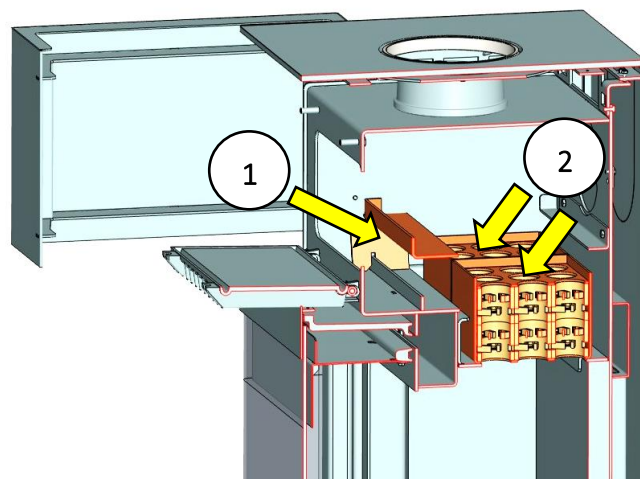

Fig. 13: Support de position et internes en céramique (HCF02)
2. Insérez le support (Fig. 13 Pos.1) et les deux paniers avec les éléments céramiques du HCF02 comme indiqué (Fig. 13 Pos.2). La position des deux paniers est définie. Une fente de positionnement est prévue sur la face inférieure de chacun des deux paniers.